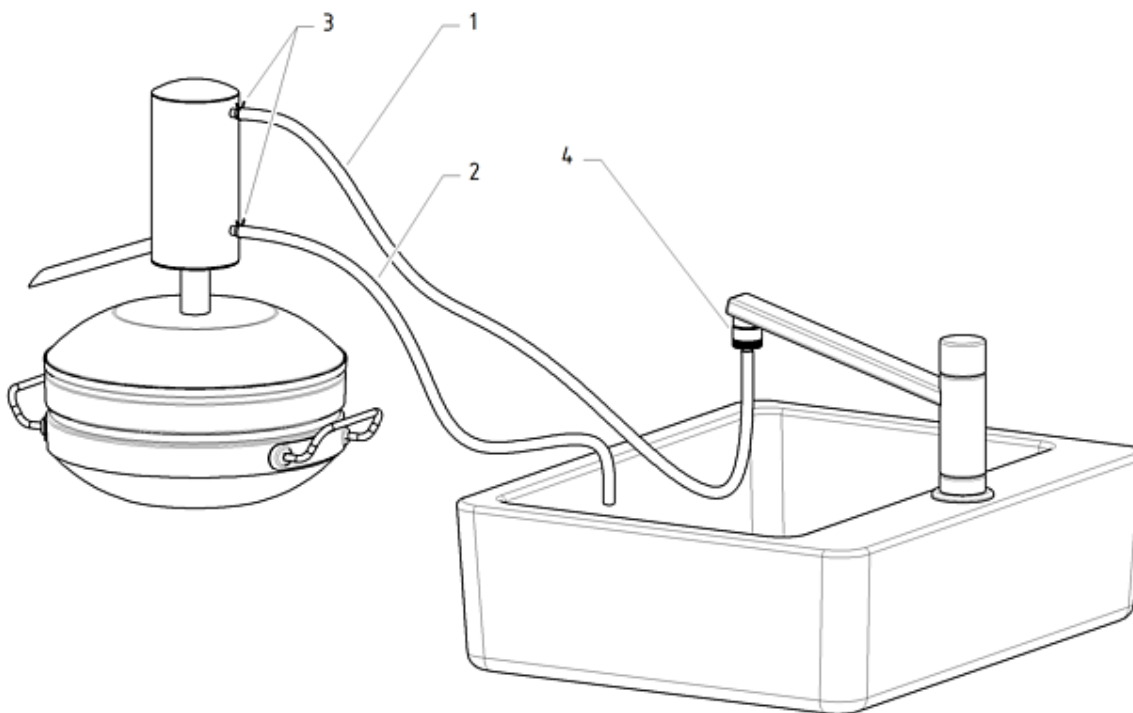

Рисунок 2 — Схема закрепления шлангов на верхнем и нижнем штуцерах холодильника гидролятора «Ева».
- заполнить куб гидролатора (1) водой не более, чем до линии зиговки;
- установить сетку для сырья (3) на нижнюю зиговку куба;
- выложить растительное сырьё на сетку (3);
- присоединить шланги отвода и подвода воды соответственно к нижнему (6) и верхнему (7) штуцерам холодильника (рисунок 2);